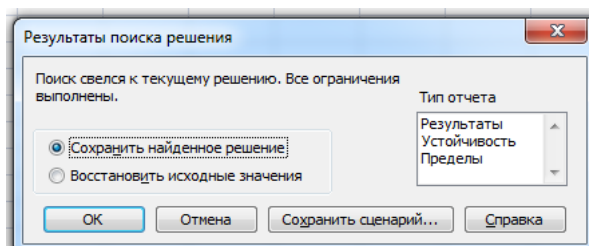

Рис. 9
- 12) в появившемся диалоговом окне *Результаты поиска решения* (в котором компьютер предлагает по умолчанию сохранить найденное решение) надо нажать кнопку ОК (рис. 9).